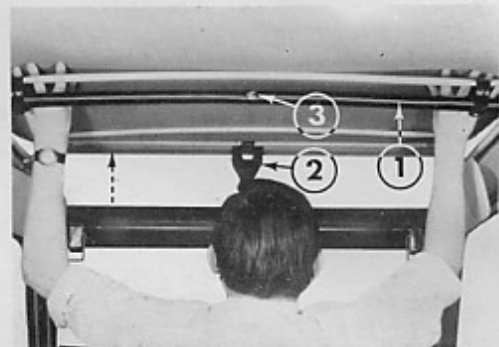

Fig. 25-Apertura della cappotta
- Ribaltare la cappotta con una spinta decisa cercando di porre le mani il più vicino possibile alla traversa centrale. Il telaio pieghevole si sposterà da solo in posizione ripiegata (fig. 25).
- Fissare il telaio sulla traversa centrale (fig. 25-rif. 1) tramite la cinghia (rif. 2) e il bottone pressione (rif. 3).